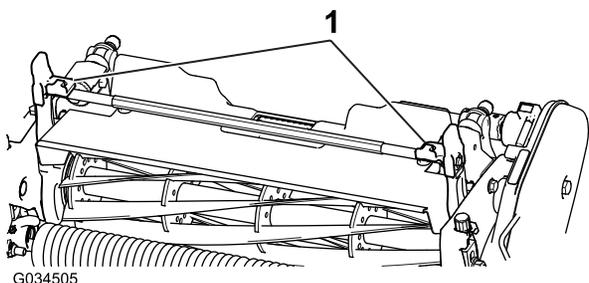
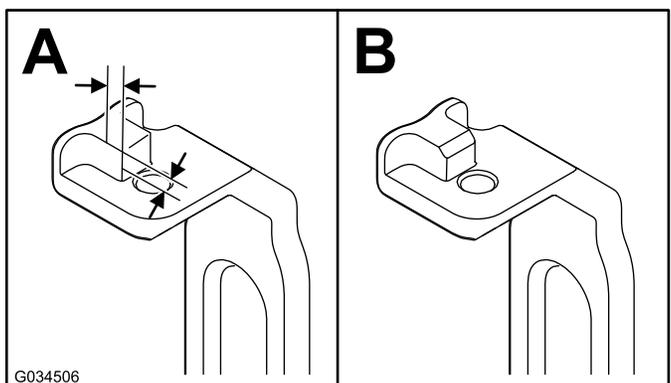

Рисунок 3
Рисунок 4
2. На обоих рычагах угла продольного наклона (Рисунок 3) отмерьте расстояние 2,3 мм на выступах и заточите фаску, как показано на Рисунок 4.